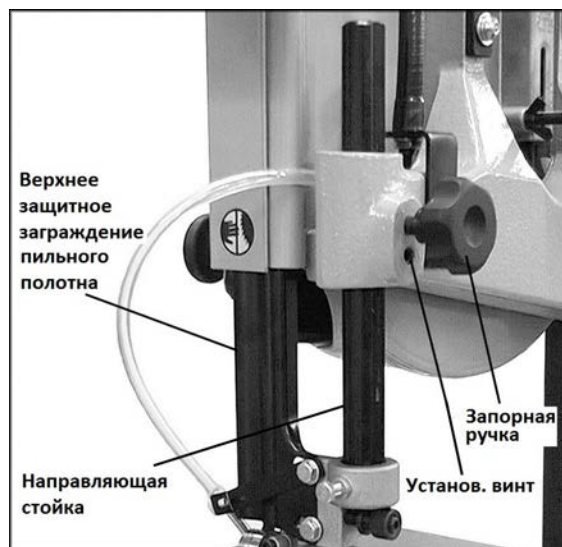

Рис. 46.
См. Рис. 46.
4. Направляющая стойка станка (Рис. 46) подпружинена. Для регулировки натяжения пружины полностью выкрутите ручку, затем затяните или ослабьте установочный винт. Снова закрутите ручку.